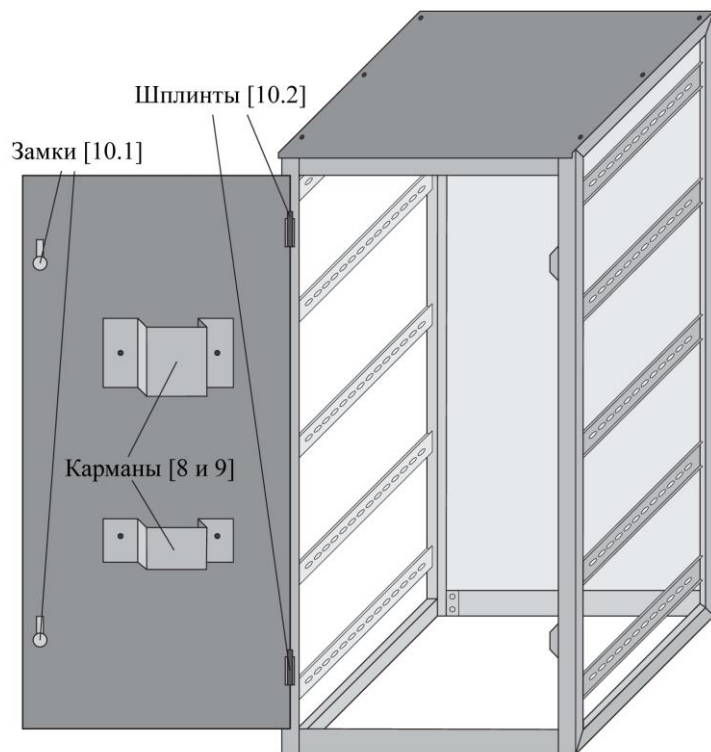

Рисунок 7
8) Поставьте изделие в рабочее положение, установите дверь [7] на каркас боковой А [1] и вставьте шпильки [10.2] в кол-ве 2 шт. (см. рисунок 7).
Вставьте в отверстия двери замки [10.1] и закрепите их (см. рисунок 7).